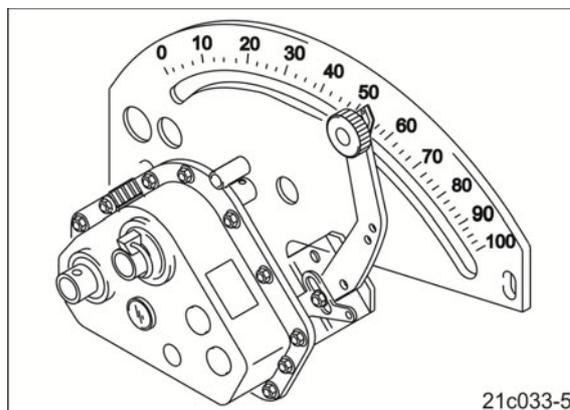

Рис. 217
5. Вдвое уменьшите норму высева. Соответствующим образом установите рычаг редуктора (Рис. 217/1).